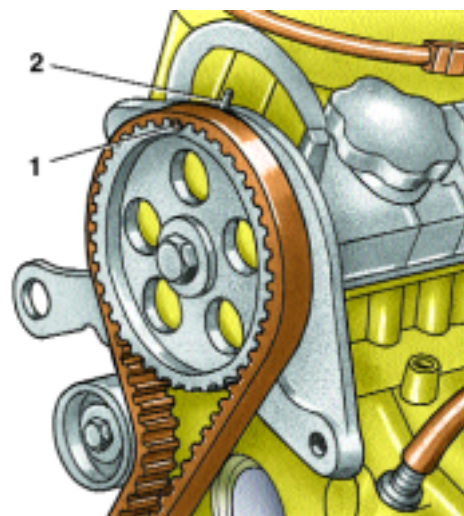

Рис. 2–12. Установка поршня 1-го и 4-го цилиндров двигателя F3R 272 в положение в.м.т.
5. Вставить в освободившееся отверстие металлический стержень 3 (рис. 2–13) подходящего диаметра таким образом, чтобы он вошел в специальную выточку на щеке коленчатого вала 4, зафиксировав его от проворачивания.